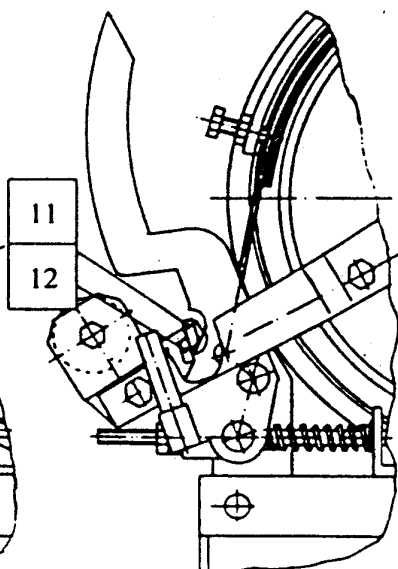

FIG. 5
2. Vinschen står i startläge (se FIG. 4). För att ställa vinschen i förberedande läge (se FIG. 5) frilägg bandbromsen(4) genom att dra i det orange snöret (2) eller trycka spaken (3) till stoppläge (så långt att spärrklackarna 11 + 12 låses ihop). Dra ut vajern (10).